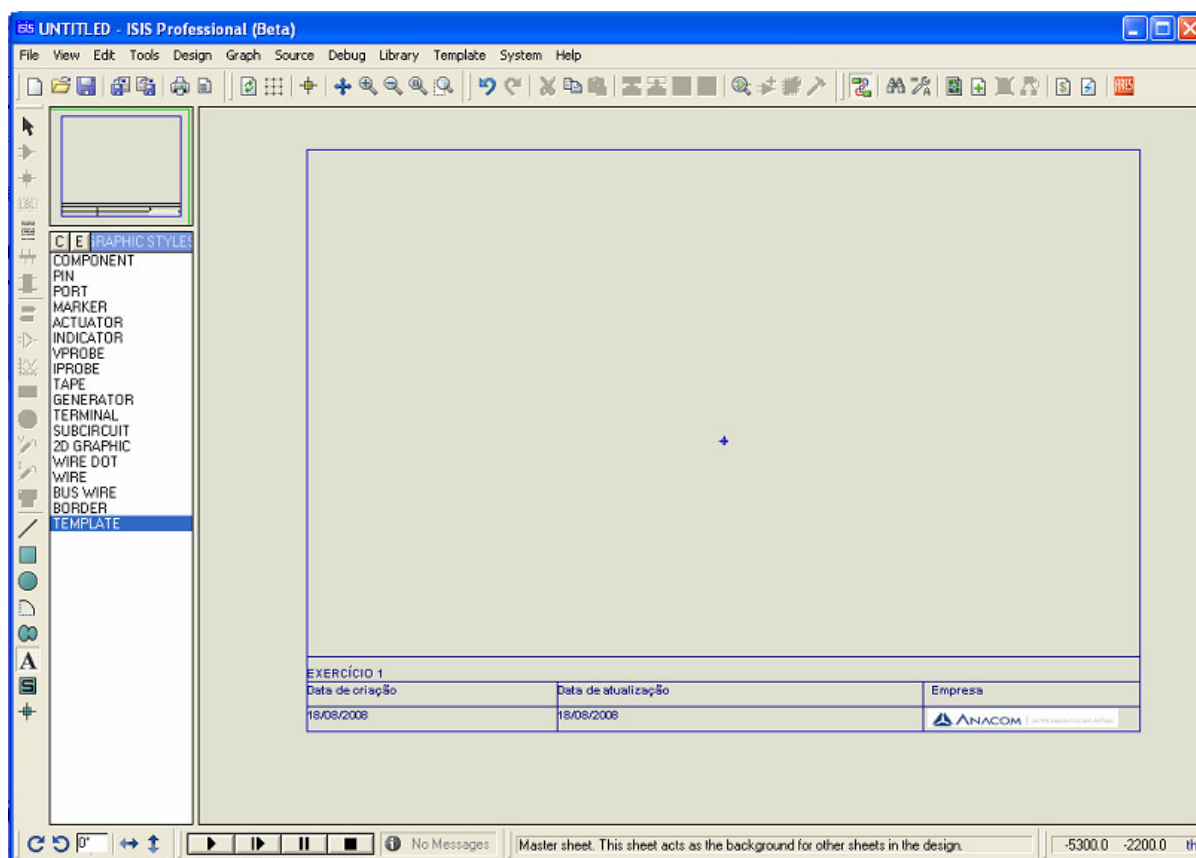

Figura 14: Conclusão do cabeçalho.
5. Pode-se inserir uma imagem no cabeçalho, logo da empresa, por exemplo, pelo menu: **File > Import Bitmap...**, como é apresentado na figura 14, e inserir os textos que podem ser automaticamente atualizados, de acordo com as propriedades inseridas no menu: **Design > Edit Properties...**